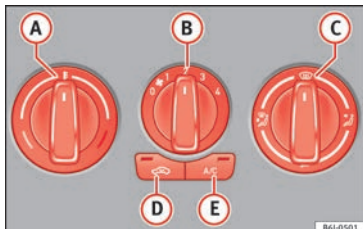

Abb. 154 Bedienelemente Klimaanlage in der Instrumententafel.
- Mit den Reglern **A**, **B** und **C** » **Abb. 154** können die Temperatur, die Gebläsestufe und die Luftverteilung eingestellt werden.
- Schalten Sie die Kühlanlage mit der Taste » **Abb. 154** **A/C** aus (die Kontrollleuchte in der Taste erlischt).
Wenn der Drehknopf  » **Abb. 154** auf der Defrosterstellung steht, die Umluftklappe ist immer offen (Lichtanzeige aus).
- Drücken Sie die Taste  » **Abb. 154**, die Kontrollleuchte in der Taste leuchtet und der Umluftbetrieb im Fahrzeuginnenraum ist aktiviert.